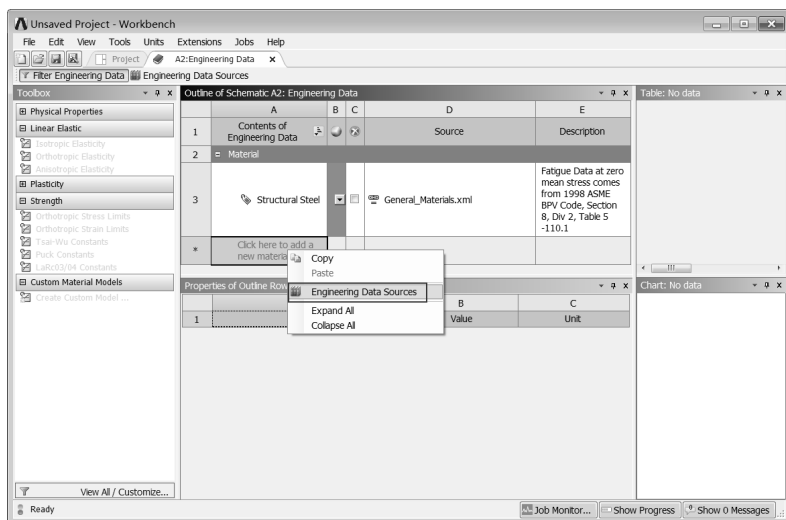

图 15-10 材料参数设置界面 (2)
Step2: 在界面的 A1 表中右击, 在弹出的快捷菜单中选择 Engineering Data Sources (工程数据源) 命令, 此时的界面会变为如图 15-10 所示的界面。原界面窗口中的 Outline of Schematic A2: Engineering Data 消失, 被 Engineering Data Sources 及 Outline of General Materials 取代。